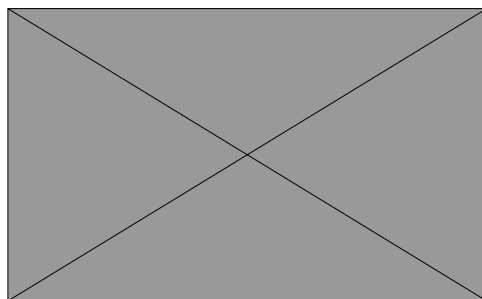

Рисунок 4. Подключение электродвигателя
J11	Разъем подключения электродвигателя гидравлического агрегата (Рисунок 4) и датчика остановки движения (NC).